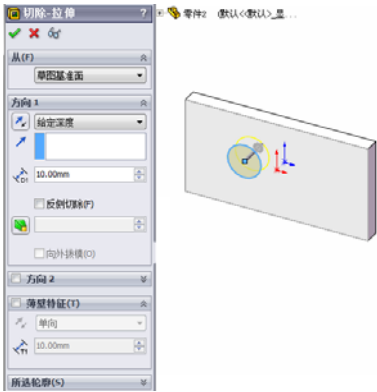

图 3-19 [切除—拉伸]属性管理器
- 2. 此时出现[切除—拉伸]属性管理器，如图 3-19 所示，其中的选项与[凸台—拉伸]属性管理器相同。